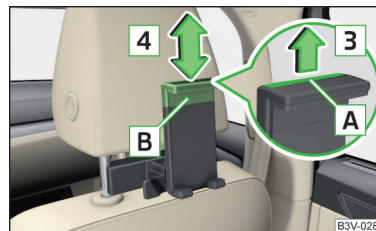

Fig. 119 Ajustar el tamaño del soporte
- Para **ajustar el tamaño del soporte** tirar el cinturón de seguridad **A** en el sentido de la flecha **3** y desplazar la parte **B** en el sentido de la flecha **4** en la posición deseada » fig. 119.